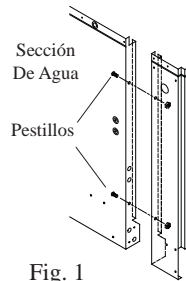

Fig. 1
**NOTA:** Para una instalación más fácil, puede separar la sección de agua de la sección de la rueda quitando los cuatro pestillos del lado de la sección de agua (fig. 1). En algunos modelos, también necesita quitar 2 tornillos que sujetan las bandejas inferiores de cada sección juntos. Desenchufe las dos bombas antes de separar las secciones.